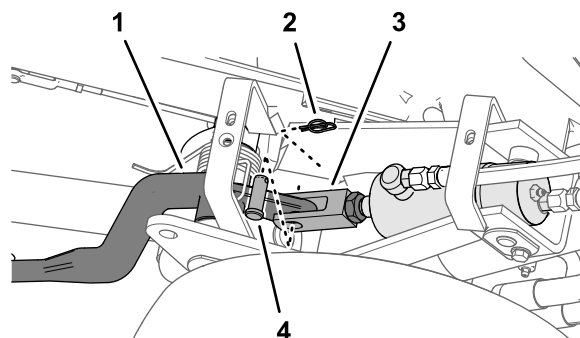
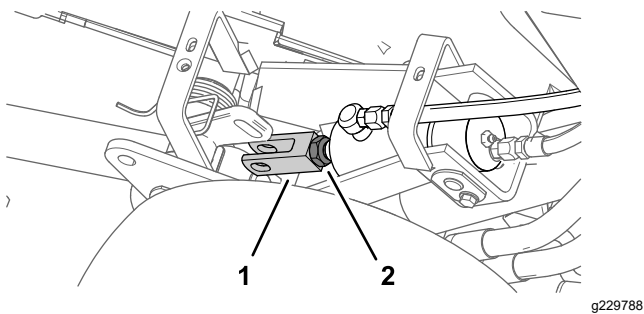

図 53
図 54
3. 調整する昇降シリンダのクレビスフィッティングを固定しているジャムナットをゆるめる 図 53。
4. リテーナピンとクレビスピンを抜き取る 図 53。
5. クレビスを回して適当な高さにする 図 54。
6. クレビスフィッティングを昇降アームに組み付けてクレビスピンとリテーナピンで固定し、ジャムナットを締め付ける 図 53 と 図 54。